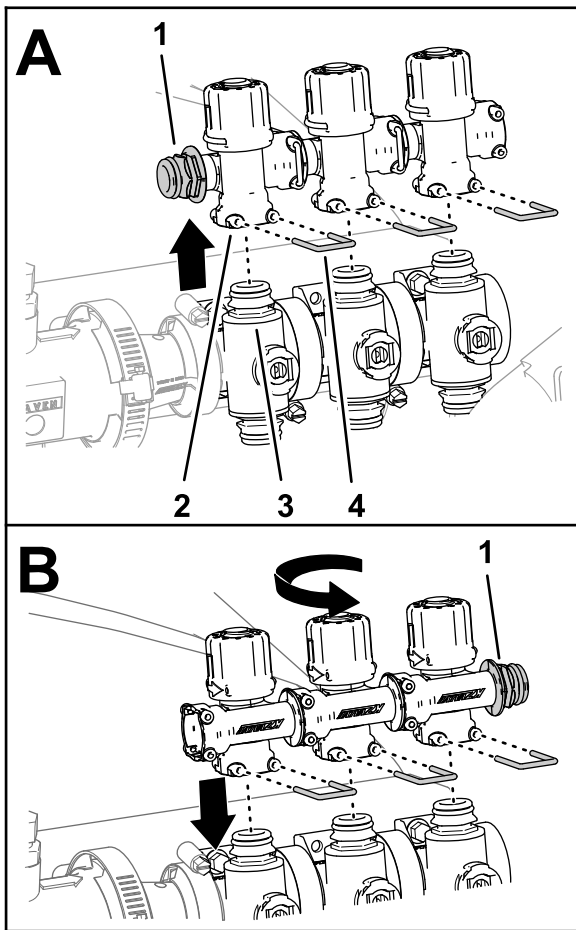

Figure 64
4. Retirez les 3 étriers qui fixent les 3 soupapes de dérivation aux vannes de section gauche, centrale et droite (Figure 64).
5. Soulevez et déposez les soupapes de dérivation des vannes de section (Figure 64).
6. Faites pivoter les soupapes de dérivation de 180° et placez-les sur les raccords rapides des vannes de section (Figure 64).
7. Fixez les 3 soupapes de dérivation aux vannes de section à l'aide des 3 étriers que vous avez retirés à l'opération 4 (Figure 64).